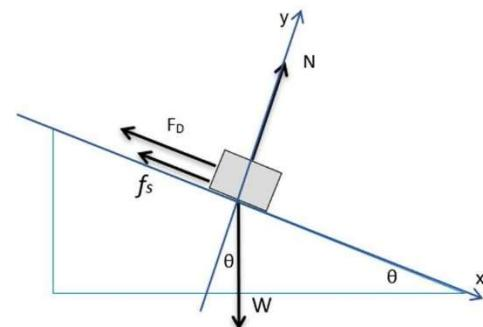

Figura 5.4 Diagrama de cuerpo libre.
2. Calcular la magnitud del peso  $W$  (ver figura 5.4) aplicando la ecuación  $W = mg$ , donde  $m$  es la masa en kilogramos.
3. Realizar una sumatoria de fuerzas en “y” aplicando la primera ley de Newton para determinar la magnitud de la fuerza normal  $N$  (ver figura 5.4) y colocar la respuesta en la tabla 5.1.
4. Realizar una sumatoria de fuerzas en “x” aplicando la primera ley de Newton para determinar la magnitud de la fuerza de fricción  $f_s$  (ver figura 5.4) y colocar la respuesta en la tabla 5.4.